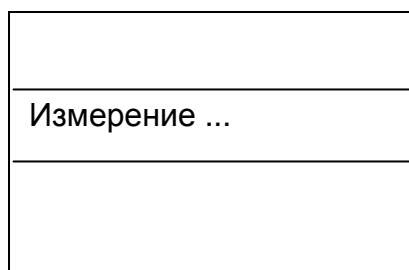

Рис. 2 – Первичное включение
3.3.4 Включить вычислитель в сеть. При этом загорится светодиод на лицевой панели и через 2 с на экране ЖКИ появится изображение с индикацией «Измерение...» (рис. 2).